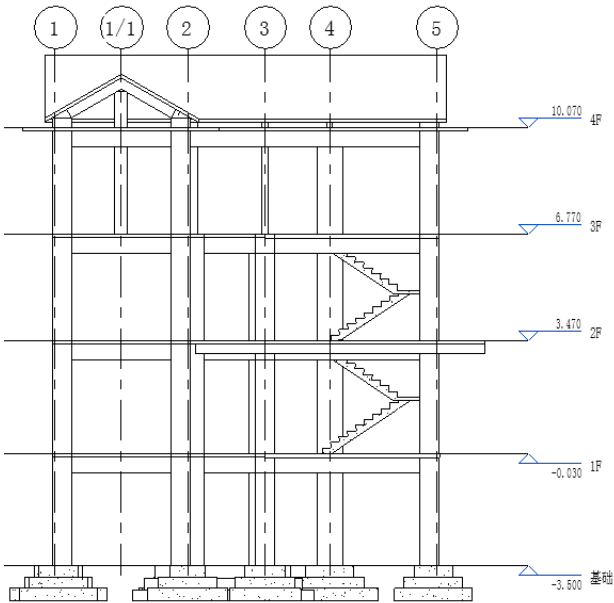

图 12-67 绘制楼梯
(12) 在视图中选择 3F 标高线, 单击“模式”面板中的“完成编辑模式”按钮, 完成 1~3 楼楼梯的绘制, 如图 12-67 所示。
(13) 在“项目浏览器”中双击“结构平面”节点下的“1F”, 将视图切换到 1F 结构平面视图。
(14) 单击“建筑”选项卡“洞口”面板中的“竖井”按钮, 打开“修改|创建竖井洞口草图”选项卡和选项栏。